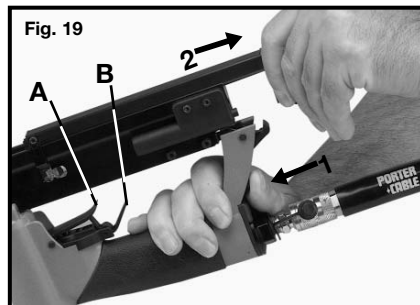

Fig. 19
2. Retournez l'outil, enfoncez le verrou (1) Fig. 19 et faites glisser le couvercle du chargeur (2) Fig. 19 pour l'ouvrir. Assurez-vous que la gâchette secondaire (B) Fig. 19 a verrouillé la gâchette principale (A) Fig. 19 pour empêcher tout actionnement intempestif. Le couvercle du chargeur doit être complètement rétracté pour assurer que le système de réglage de hauteur du clou sans tête est enclenché.
L'outil est livré d'usine avec un double système d'actionnement de la gâchette. La gâchette secondaire (B) Fig. 19 doit être enfoncée avant de pouvoir enfoncer la gâchette principale (A) Fig. 19. L'outil décharge un élément de fixation à chaque fois qu'on appuie sur la gâchette principale.